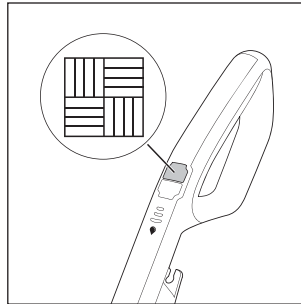

Abb. 13
- ♦ Um das Gerät einzuschalten, drücken Sie den Schalter Hartfußboden  **14** (siehe Abb. 13). Die LED des Schalters Hartfußboden  **14** leuchtet blau.
- Fahren Sie bei hartnäckigen Verschmutzungen mit dem Gerät mehrmals über die verschmutzten Stellen und halten Sie dabei den Schalter Reinigungslösung  (15) gedrückt.
- ♦ Drücken Sie zum Ausschalten des Gerätes erneut den Schalter Hartfußboden  (14) (siehe Abb. 13).